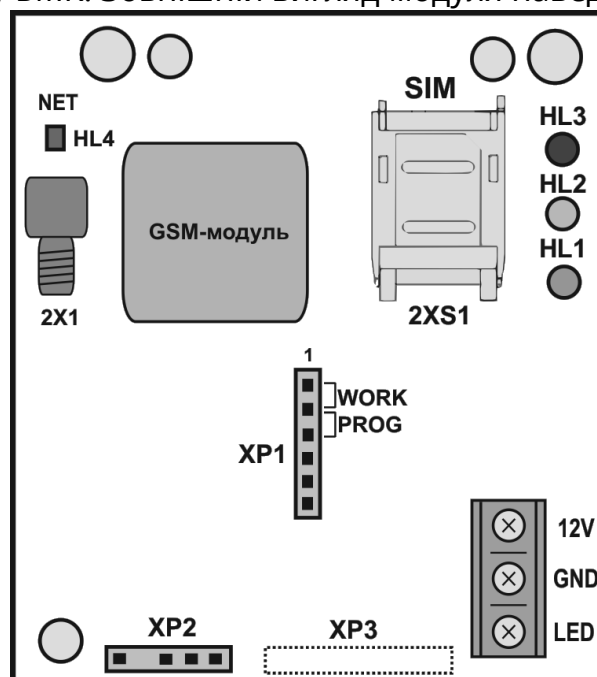

Рисунок 1 – Зовнішній вигляд модуля
2.2.5 Модуль містить чотири світлодіодні індикатори (рис. 1):
3.1 Модуль виконаний у вигляді окремого блоку, що підключається до ППКП та встановлюється на плату БМК. Зовнішній вигляд модуля наведено на рис. 1.